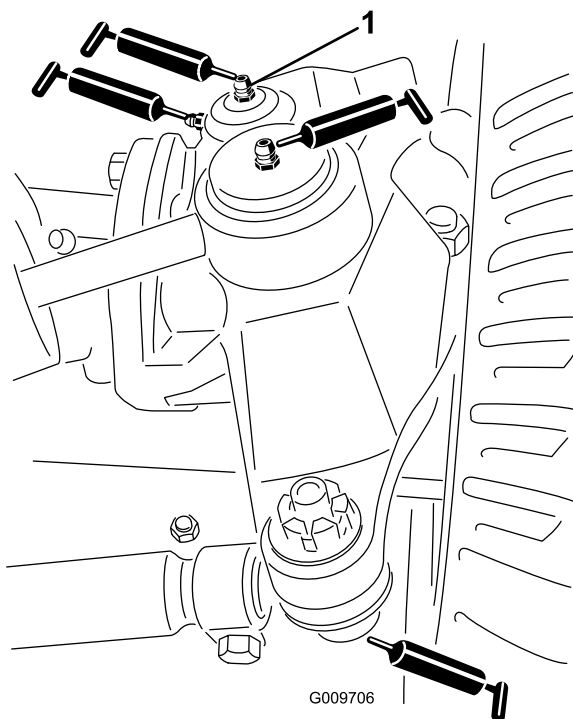

Figura 49
1. Cierre del capó (2)
- Articulaciones esféricas del cilindro de dirección (2) (Figura 49)
- Articulaciones esféricas de las bielas (2) (Figura 49)
- Casquillos del pivote de dirección (2) (Figura 49). **El punto de engrase superior del pivote de dirección debe lubricarse solamente cada año (2 aplicaciones).**